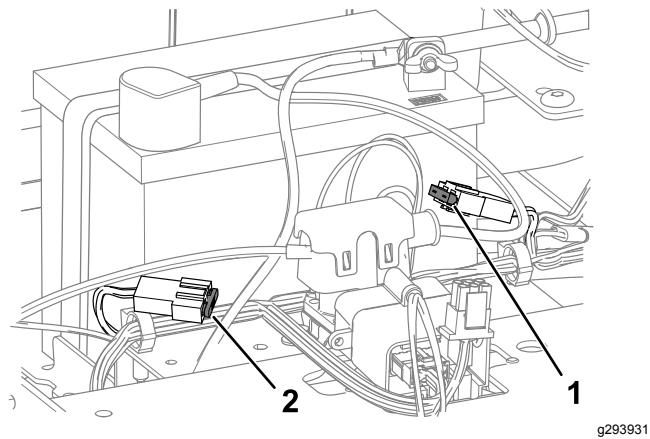

Figura 49
4. Per sostituire un fusibile, tiratelo ed estraetelo dall'attacco (Figura 49).